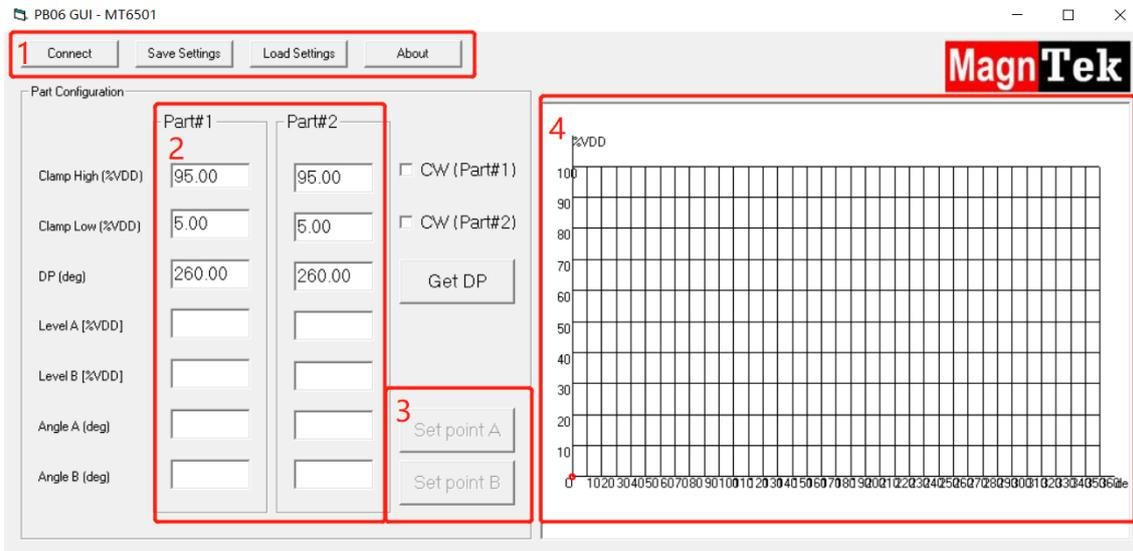

图5.4.2 双路单电源2点编程简化界面
- 单击 Quick 2-Points Programming for Dual 按钮，进入快速 2 点编程界面，图 5.4.2.